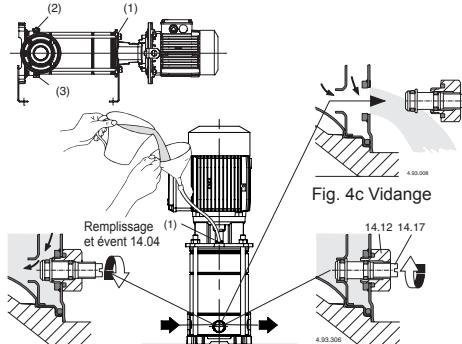

Fig. 4a Remplissage:
With the pump **above the water level** (functioning in aspiration, fig. 3A) or with a water level in charge not sufficient (inferior to 1 m) pour ouvrir le clapet de non-retour, remplir le tuyau d'aspiration et la pompe à travers du trou approprié (1) (fig. 4a,4d).
Pendant le remplissage dévisser la vis à épingle (14.17) dans le bouchon de vidange (14.12) afin de mettre en communication la chambre de refoulement avec la chambre d'aspiration. (fig. 4a).